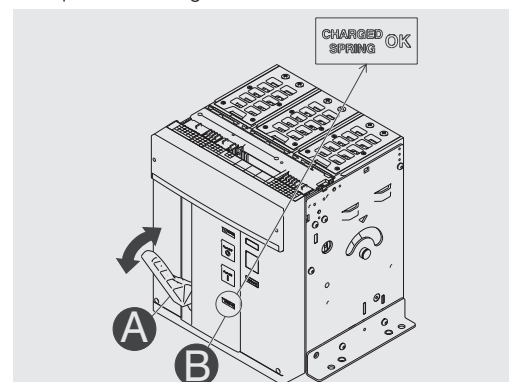

Figure 71
2. Bandage des ressorts - Tirer le levier [A] vers le bas plusieurs fois tant l'indicateur de ressorts bandés [B] devient "jaune - CHARGED SPRING" comme indiqué dans la Figure 71.